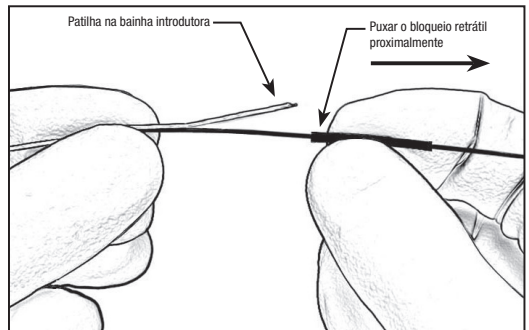

Figura 3 – Puxar o bloqueio retrátil proximalmente
16. Segure o dispositivo imediatamente distal ao bloqueio retrátil e puxe o bloqueio retrátil proximalmente para expor a patilha na bainha introdutora. Consulte a Figura 3.